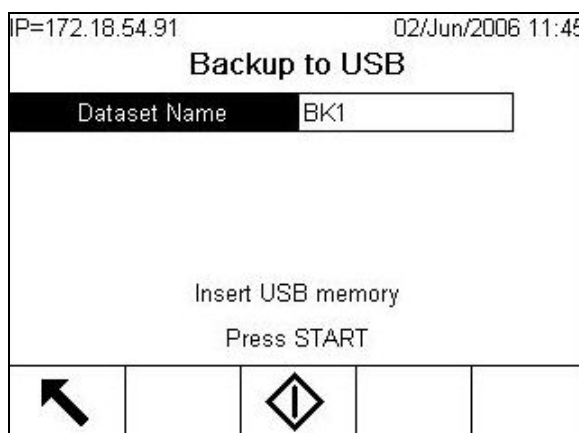

Figura 3-5: Respaldo a USB
2. Ingrese a Configuración > Mantenimiento > Ejecutar > Respaldo a USB. La pantalla mostrada en la Figura 3-5 se abre.